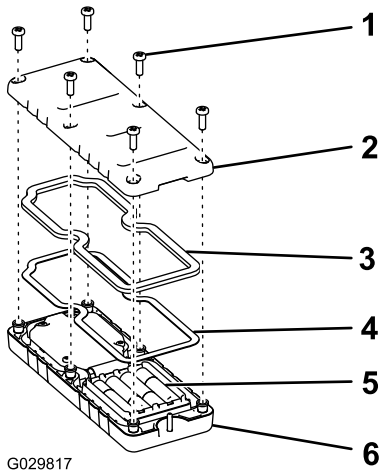

图 27
1. 从遥控器后面卸下 6 个螺钉然后取下后盖图 27。
5. 放回后盖并用先前卸下的 6 个螺丝固定图 27 上紧螺丝扭矩至 1.51.7N·m。